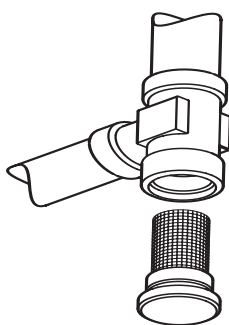

Fig. 24/a
4.7.1 Funzione spazzacamino (fig. 24)
4.7.2 Pulizia "Aqua Guard Filter System" (fig. 24/a)